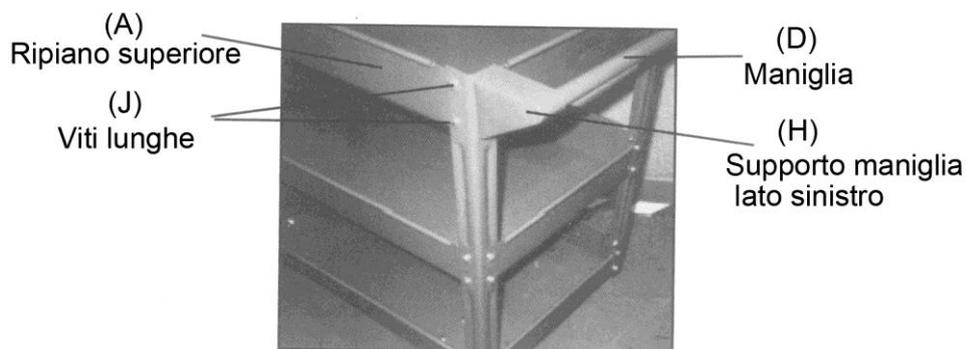

Figura 3
3. Dopo aver allineato i fori, fissate il ripiano superiore (A) ai montanti (G) solo da 2 lati: **attenzione:** non inserite le viti lunghe (J) nella posizione n. 1 finché non siete pronti a fissare i supporti della maniglia (H). **Vedi figura 3**
4. Fissate il supporto maniglia sinistro (H) sull'angolo sinistro con le viti lunghe (J) e le rondelle sul lato esterno del carrello. Le rondelle bloccanti e i dadi vanno fissati all'interno del ripiano superiore. **Vedi figura 3**